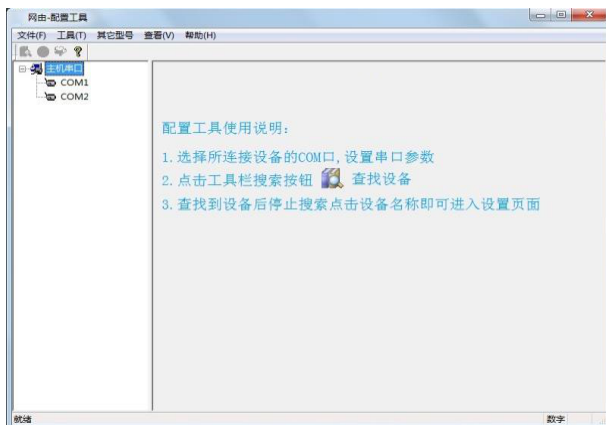

图 6-1
- 2、在电脑上双击网由-配置工具.EXE，打开网由-配置工具，如图 6-1 所示；